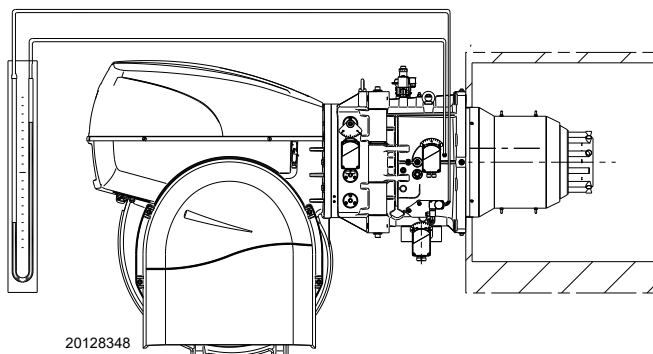

Abb. 28
- Montieren Sie ein U-Rohr-Manometer oder einen Differenzdruckmesser (Abb. 28), mit Entnahmestelle (+) am Gasdruck der Muffe und (-) in der Brennkammer. Damit soll annäherungsweise die Höchstleistung des Brenners ermittelt werden.
Das U-Rohr-Manometer (Abb. 28) zeigt den Gaseintritt an der Muffe an.